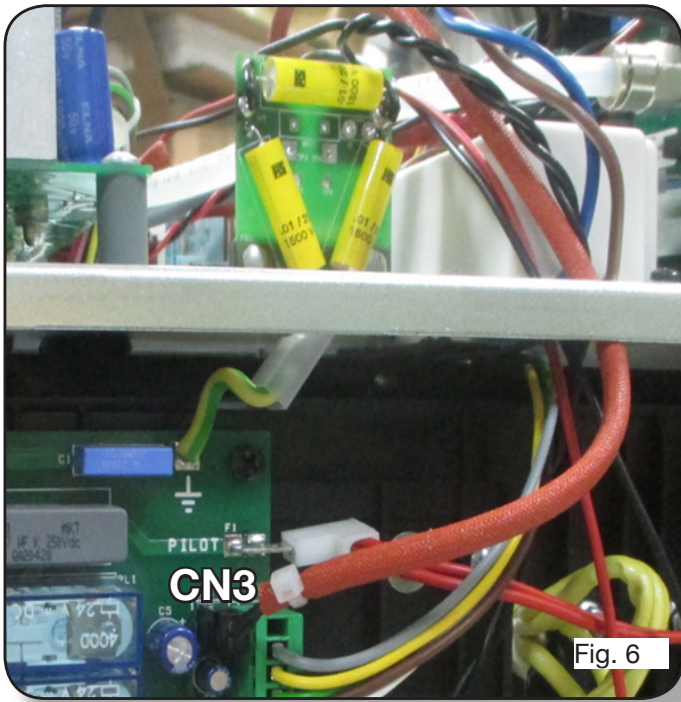

Fig. 6
la fig. 5. La conexión 3 debe pasar a través del agujero presente en el plano intermedio, tal como se observa en la fig. 6
- Enchufar el conector negro AMP MODU II de dos vías de la conexión 3 al conector AMP MODU II de dos vías J3 de la tarjeta 5602598, tal como se observa en la fig. 5. La conexión 3 debe pasar a través del agujero presente en el plano intermedio, tal como se observa en la fig. 6